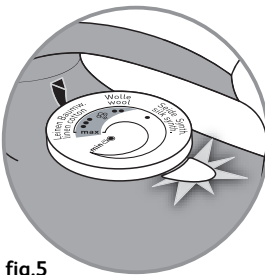

fig.5
- Сигнальная лампочка загорается **(рис.5)**. Она погаснет, как только подошва достаточно нагреется.